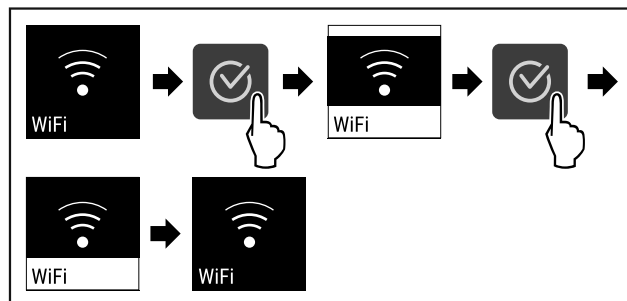

Fig. 83
- ▶ Выполните шаги действия **id-bh-rro** Fig. 83.